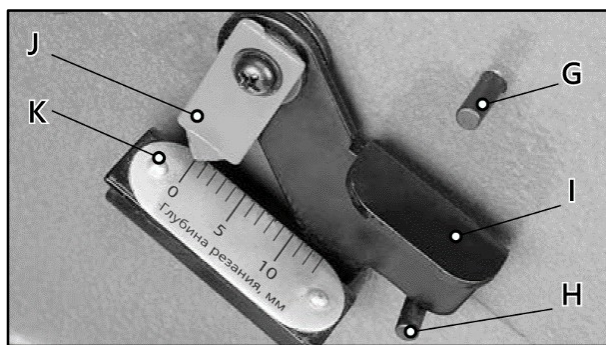

Рисунок 48.
Откалибровать высоту стола подачи можно регулируя указатель J шкалы глубины резания K (рис. 48).
- При помощи шуруповерта, отрегулируйте указатель шкалы точно на «0» (рис. 48).
Ограничитель глубины I (рис. 48) на шкале К позволяет оператору установить максимальную глубину реза до 1 мм.
Чтобы активировать ограничитель I, установите его как показано на рис. 48. Чтобы деактивировать ручку, поднимите стол на отметку «0», поднимите вверх до упора в штифт G ограничитель I и удерживайте его, опустите стол до требуемой высоты.